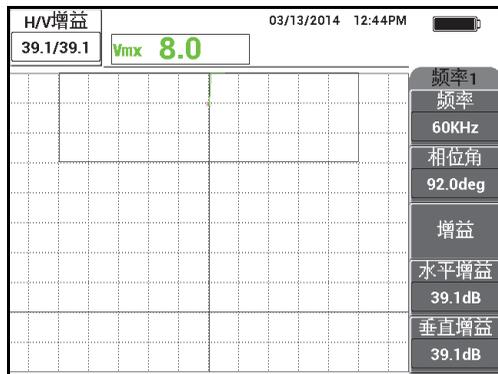

图 5-87 调节增益
8. 按清屏键 (  ), 将探头再次放在样件上 (这次使用较大的提离值或漆层厚度值; 例如: 3 张名片的厚度), 然后按增益键 ( **dB** ), 降低增益值, 直到实时出现的点处于屏幕区域内, 而且在屏幕高度的大约 90 % 位置处 (参见第 176 页的图 5-87)。